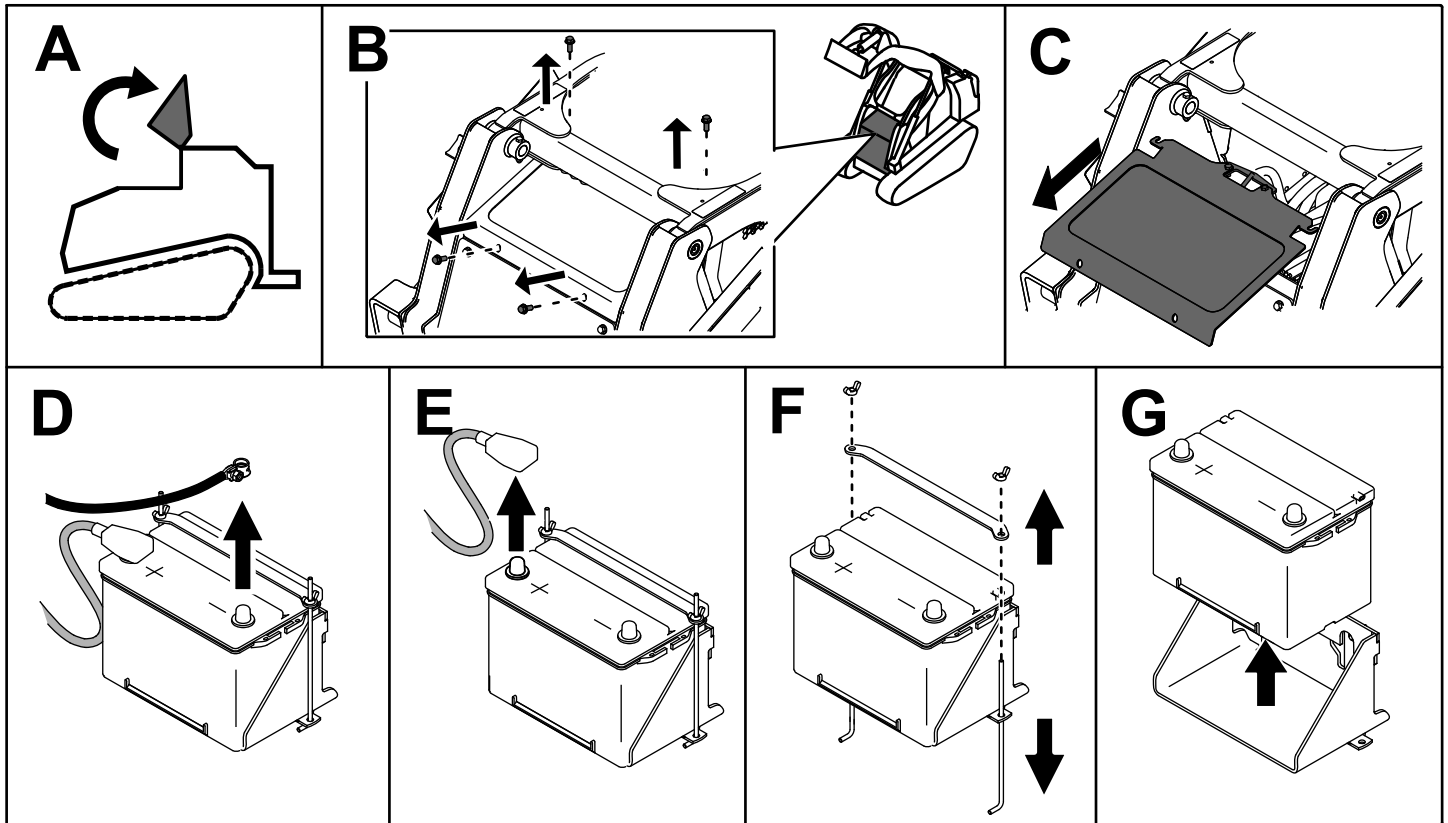

Figura 51
3. Retire la batería, tal y como se muestra en Figura 51.